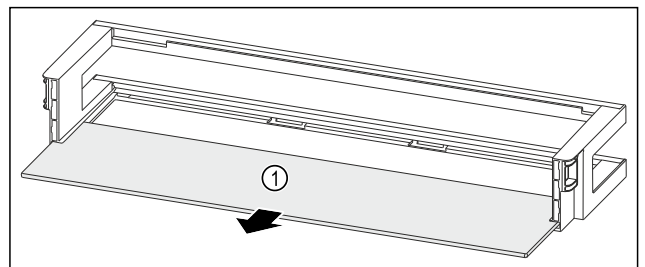

Fig. 163 Türabsteller mit Abstellfläche
- ▶ Abstellfläche Fig. 163 (1) entnehmen.